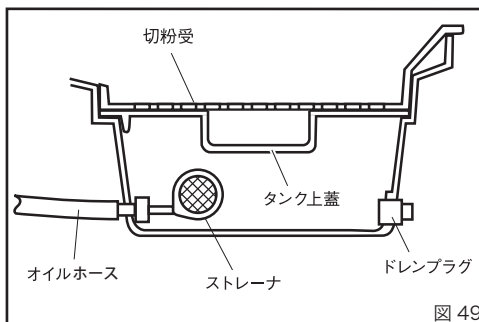

図 49
3. オイルタンクの清掃 (図 49)
細かい切粉がタンク内にたまりますので、月に 1 回程度タンク内をきれいに掃除してください。(図 49)